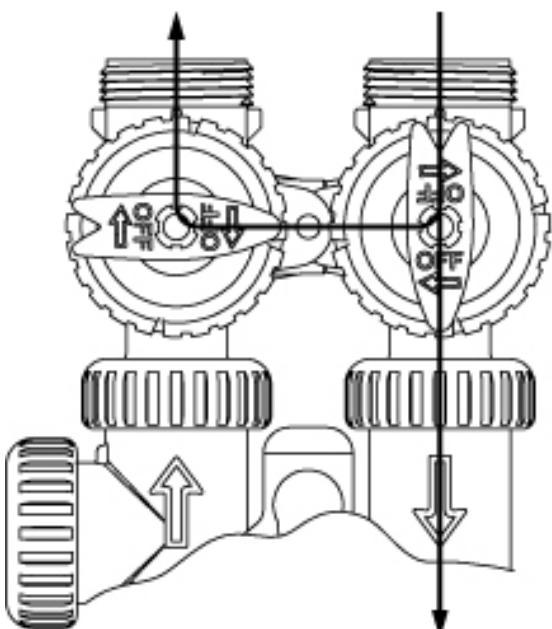

Рисунок 2
2. **Положение Байпас:** Ручки *Вход* и *Выход* направляются к центру клапана байпаса; управляющий клапан отключается от давления воды из системы трубопроводов. Неочищенная вода подается в систему трубопроводов. (См. Рисунок 2).